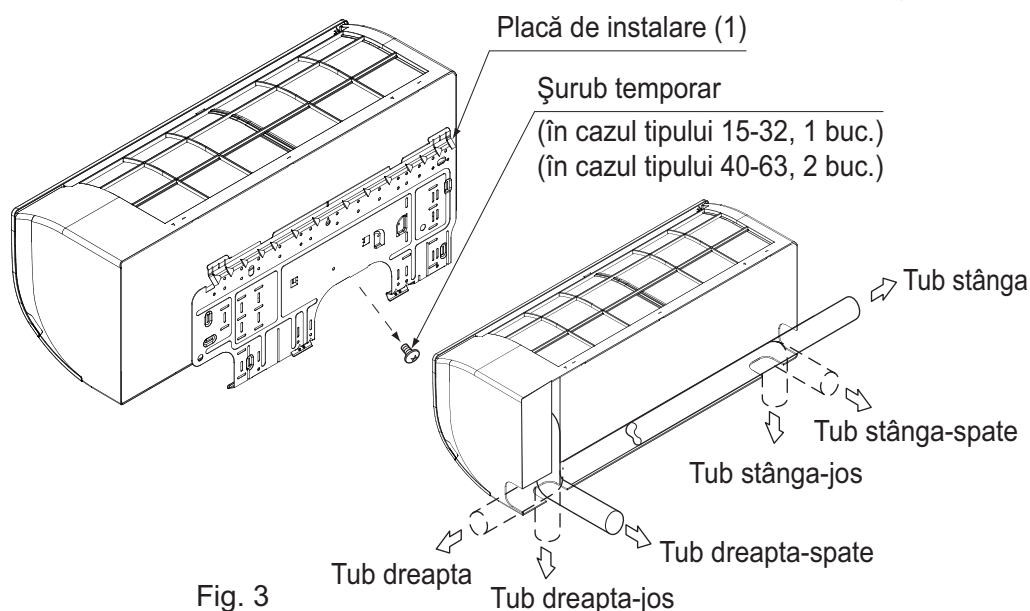

Fig. 3
(1) Decupați orificiul de trecere a tubulaturii.
- Conducta de agent frigorific și conducta de evacuare pot fi scoase în una din următoarele 6 direcții: stânga, stânga jos, stânga spate, dreapta, dreapta jos și dreapta spate. **(Consultați Fig. 3)**
(2) Scoateți placa de instalare (1) de pe unitate și fixați-o pe perete.
(Panoul de instalare este prins temporar de unitate cu șurub.) **(Consultați Fig. 3)**